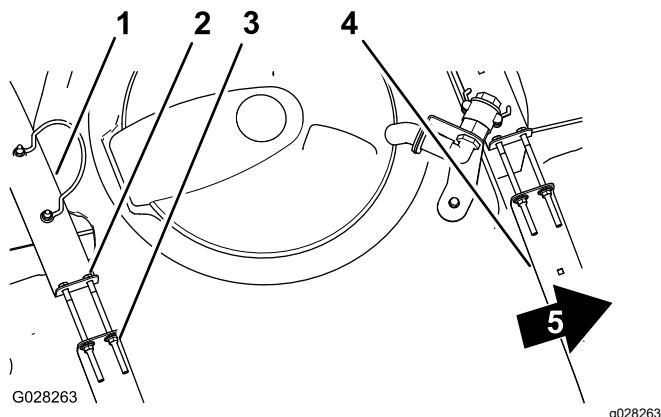

Bild 84
2. Prüfen Sie, ob Sie zwischen den Behälterriemen und dem Behälter eine Bewegung feststellen können (Bild 84).
3. Wenn die Behälterriemen lose am Behälter angebracht sind, ziehen Sie die Sicherungsbundmutter und Schrauben oben an den Riemen an, bis sie mit der Behälterfläche bündig sind (Bild 84).